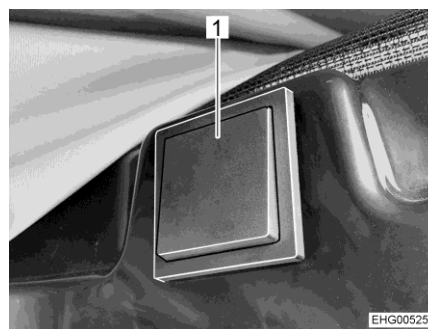

Fig. 69 Pulsador para el desbloqueo eléctrico
- Pulsar el pulsador (Fig. 69,1) al menos 2 segundos.